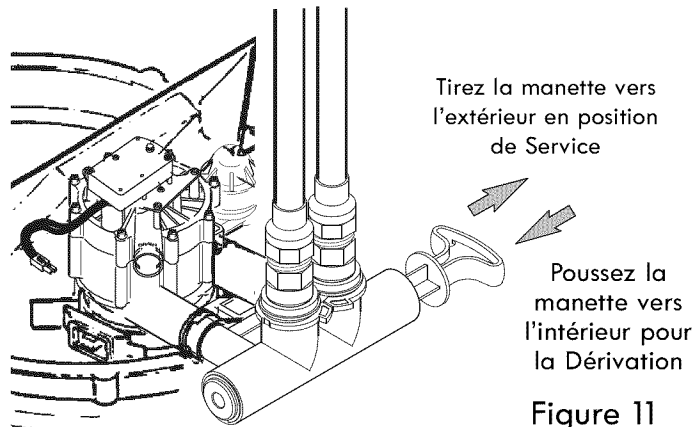
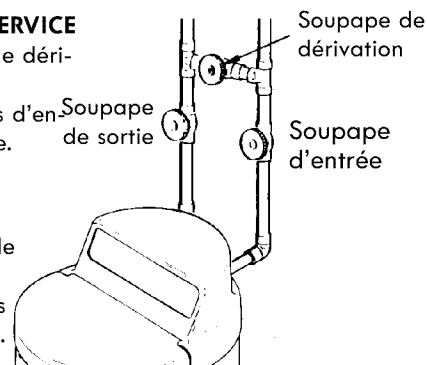

Figure 11
Figure 12
Si vous avez installé un système de dérivation à trois soupapes (fig. 12), la continuité électrique sera maintenue. Si vous avez installé la soupape de dérivation non métallique (fig. 11), rétablissez la mise à la terre comme suit :
3. Placez la ou les soupapes de dérivation en position « dérivation » (voir les figures 11 et 12). Sur une soupape simple, glissez la manette vers l'intérieur pour la dérivation. Pour une soupape de dérivation triple, fermez les robinets d'entrée et de sortie et ouvrez la soupape de dérivation.